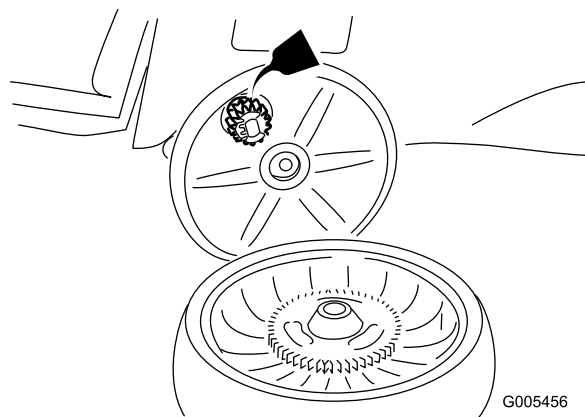

Figure 29
2. Appliquez une couche d'huile de graissage sur les engrenages comme montré à la Figure 29.